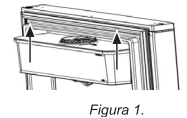

Figura 1.
1. Tome el tanque de almacenamiento de agua con ambas manos por los extremos e inclínelo ligeramente hacia arriba, posteriormente jale hacia arriba hasta que se libere completamente de la puerta del refrigerador (ver figura 1).